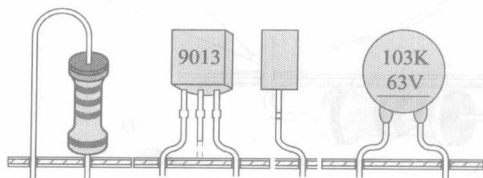

图 1.5 立式安装
(2) 立式安装(如图 1.5 所示)
能弯成直角,而且弯脚应保持左右距离相等且对称,尽量做到美观大方,如图 1.5 所示。